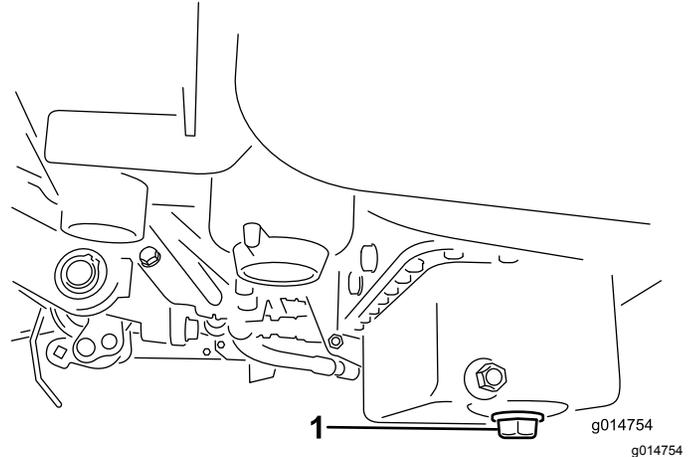

图39
1. 拆下排油塞、让油流入放油盘。油不再流时、安装排油塞图39。